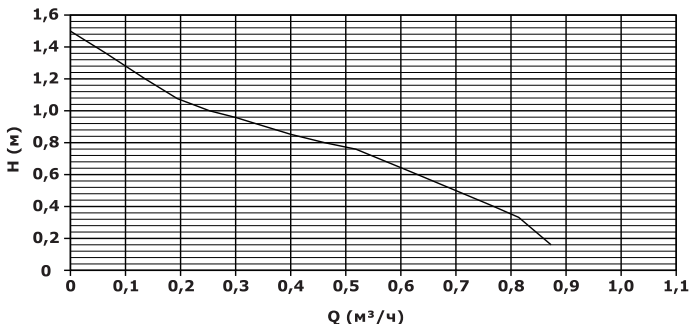

Рис.1 Расходно-напорная характеристика насоса
- Эксплуатация насоса должна осуществляться в пределах его рабочего диапазона, в соответствии с расходно-напорной характеристикой (**см. Рис.1**);